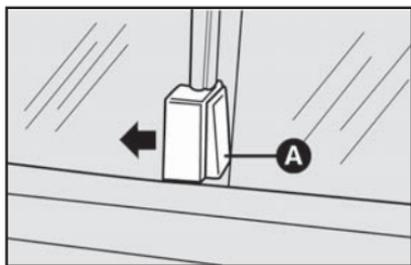

fig. 70
- 1) Destrave a janelas corrediça pressionando o botão **A**-fig. 70.